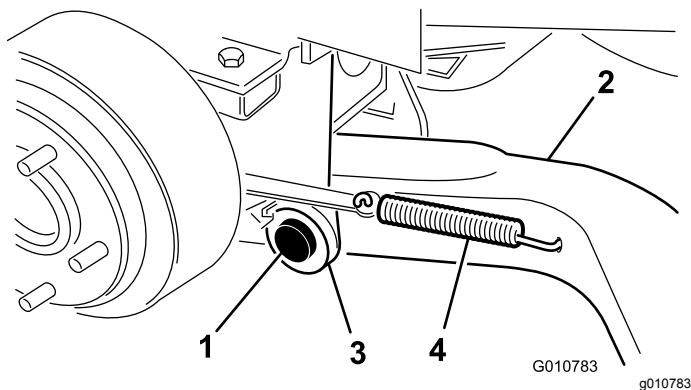

図 5
- ピボットブラケットに、昇降アームを取り付けるボールジョイント側の端部を外側に向けるピボットピンとコッターピン 5/32 x 1¼" を使用する 図 5。
- ブレーキリターンスプリングを昇降アームの穴に引っ掛ける図 5。